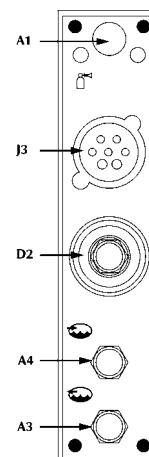

Fig. 20
- Ligar o feixe de cabos à tomada D2 / J3 (fig. 20) e os tubos do líquido de refrigeração, se este é utilizado, às tomadas A3 / A4.
- Ligar o tubo de gás na conexão posterior (fig. 20) de 1/4 de polegar.